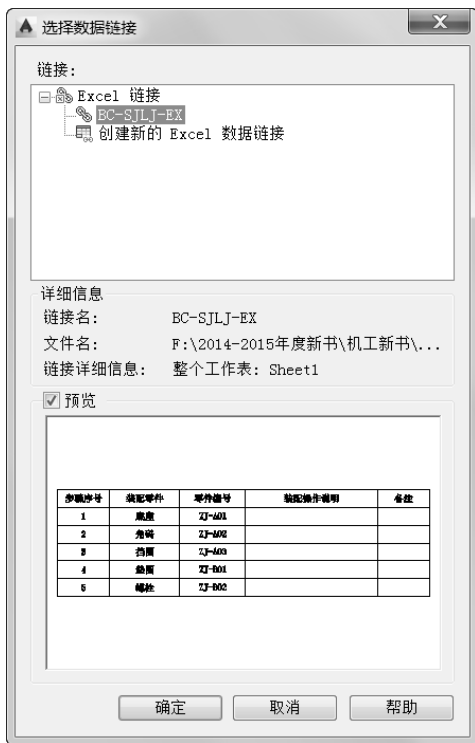

图 5-45 “选择数据链接”对话框
5) 单击“确定”按钮，返回到“选择数据链接”对话框，可以查看当前数据链接的详细信息和预览效果，如图 5-45 所示。